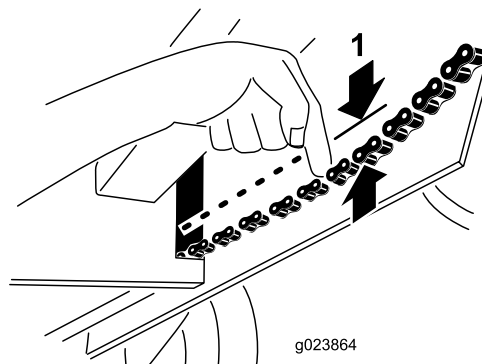

Figure 44
4. Exercez une charge de 9 kg (20 lb) sur la chaîne d'entraînement des louchets, près de l'ouverture du cadre (Figure 44).
4. Exercez une charge de 9 kg (20 lb) sur la chaîne près de l'ouverture du cadre (Figure 44).